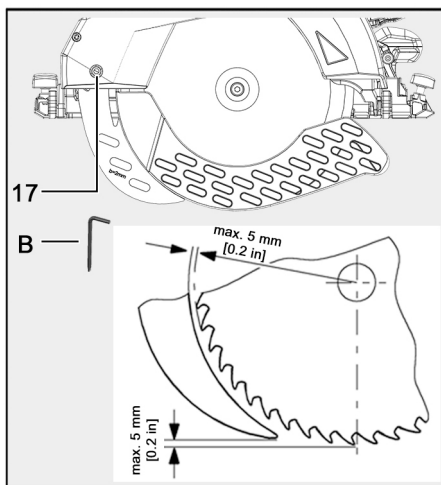

Fig. 58: Distancia de la cuña de partir a la hoja de sierra
- Respete la distancia máxima con la hoja de sierra (ver fig. 58).